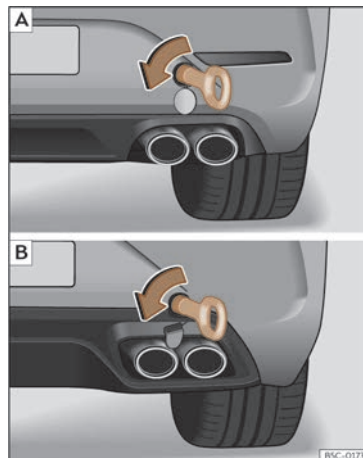

Fig. 51 A la part dreta del para-xocs del darrere: argolla de remolc enroscada. [A] Leon Sportstourer; [B] Leon.
- Enrosqueu l'argolla de remolc a l'allotjament girant-la al màxim **en el sentit contrari al de les agulles del rellotge**»» fig. 51 »» ❶. Utilitzeu un objecte adequat amb el qual pugueu enroscar completament i fermament l'argolla de remolc en el seu allotjament.
❶ COMPTE!